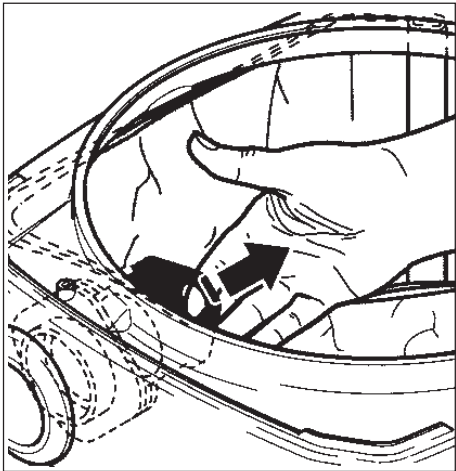

Figure 6
1. Pull the bag-type filter sleeve off the inlet fitting. See Figure 6.
1. Retirez du raccord d'entrée la manchon du filtre de type sac. Voir Figure 6.